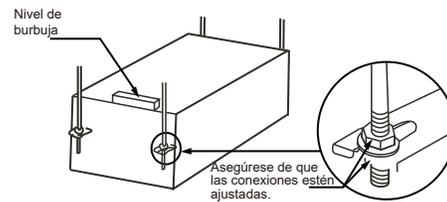

Figura 8
3. Utilice un nivel de burbuja para verificar que el cuerpo de la unidad esté nivelado. (No incline hacia abajo hacia el lado donde no se descarga agua. Lo mejor es inclinar hacia donde se descarga el agua). Vea la Figura 8